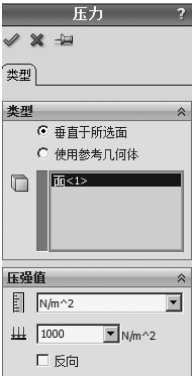

图 10-6 设置【压力】属性框
- 2) 在图形区域中单击需要应用载荷的面，选择力的单位，输入压力的数值，如果需要，选择【反向】选项以反转力的方向，如图 10-6 所示。